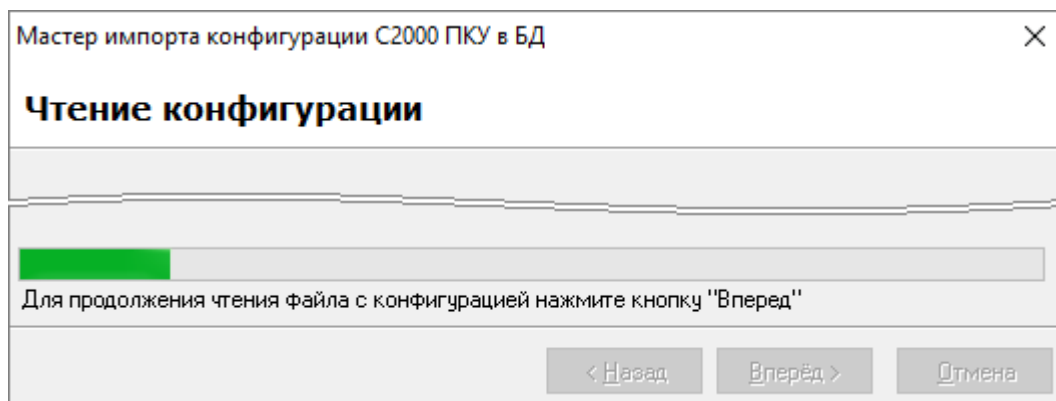

Рисунок 6-907 Мастер импорта конфигурации C2000 ПКУ в БД, страница считывания конфигурации из пульта "C2000М"
- если ошибок, препятствующих импорту конфигурации, не обнаружено, то на странице Мастера «Чтение конфигурации» отобразится прогресс считывания конфигурации (считывание конфигурации может начинаться с задержкой длительностью до 2 минут), в течение которого будут деактивированы кнопки в окне Мастера (см. Рисунок 6-907). По